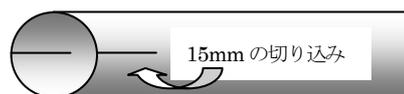
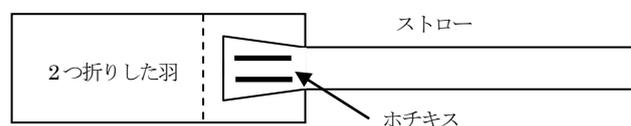

図3 ストローの切り込み
図4 ストローと羽をホチキスで留める
- (4) ストローの一端に2箇所、羽を差し込むための切り込みを2か所、図3のように15mm程度はさみで切る。
- (5) 羽を2つに折り、ストローの切り込みに差し込む。
- (6) セロハンテープで仮止めしたあと、図4のようにホチキスで留める。
- (7) 図4に示す位置あたりで羽をひらき、飛ばしながら羽の角度を調整する。このとき、回転させる方向に対して羽の角度は重要となるので注意すること。
- (8) 好きなように羽に色をぬってみよう。